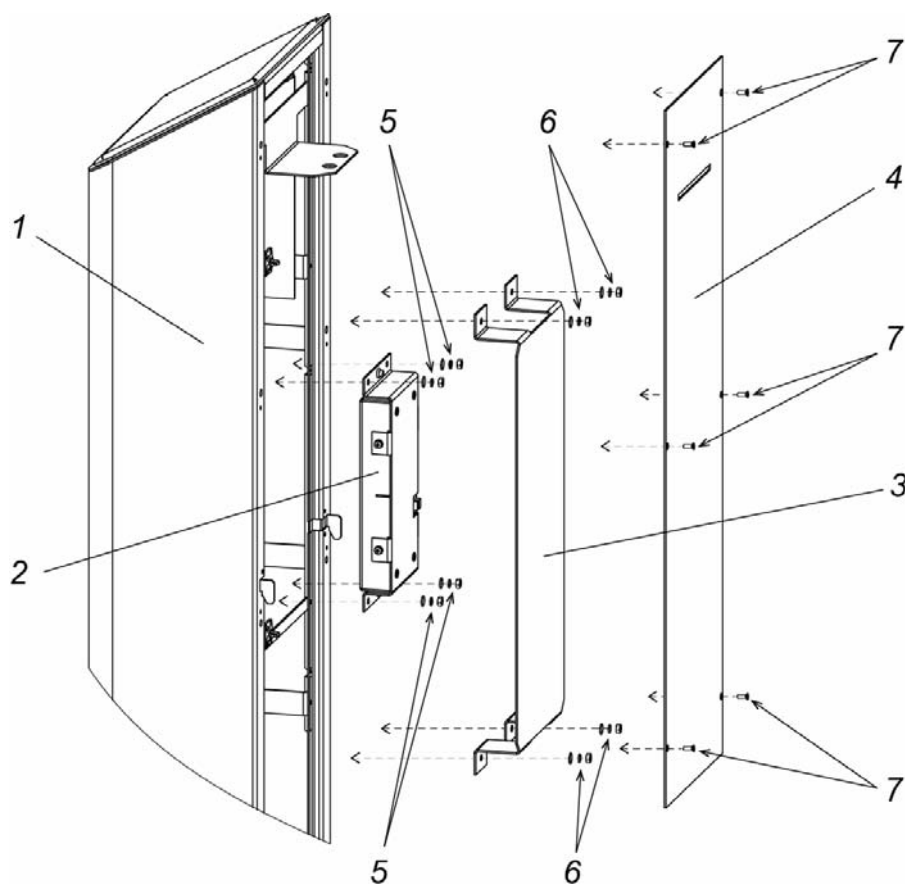

Рисунок 22. Блок постоянной индикации стандартного бокового модуля
- у стандартного бокового модуля (см. рис. 22):
- снимите пластину (4, рис. 22), для чего открутите 6 винтов (7, рис. 22),
- снимите кронштейн (3, рис. 22), для чего открутите 4 гайки с шайбами (6, рис. 22),
- снимите блок индикации (2, рис. 22), для чего открутите 4 гайки с шайбами (5, рис. 22).